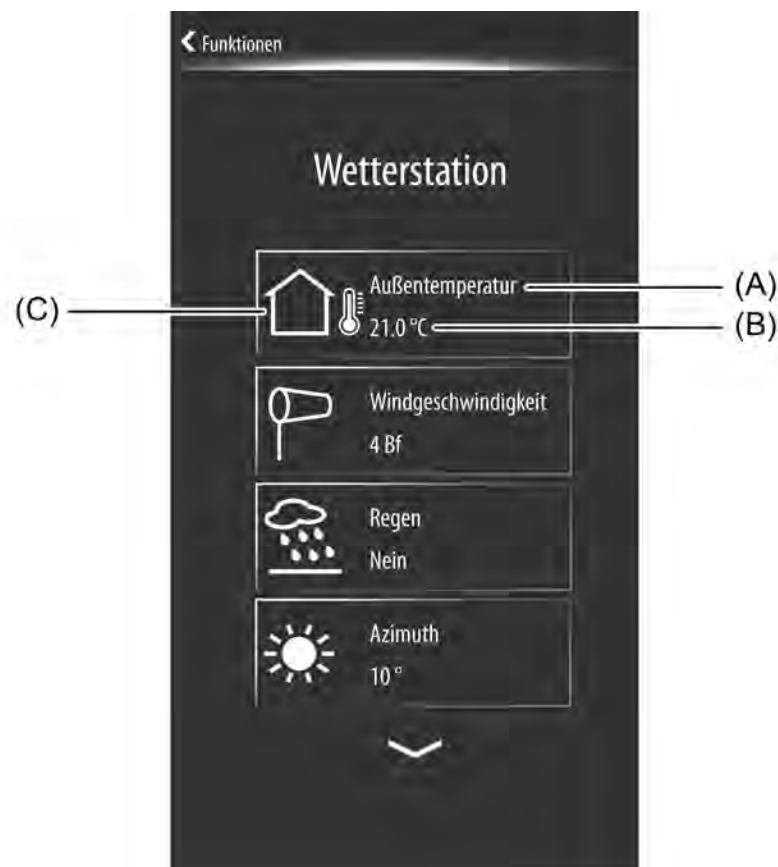

Bild 53: Beispiel einer Wetterstations-Anzeigeseite
Auf der Anzeigeseite der Wetterstation besitzt jeder Messwert ein eigenes Anzeigeelement (Bild 53). Die Anzeigeelemente enthalten in der Regel ein Messwertsymbol (A), eine Bezeichnung des Messwertes (B) in Textform und den Messwert selbst (C). Die Messwertsymbole sind fest den Messwerten zugeordnet. Lediglich die 4 optional vorhandenen externen Werte verfügen nicht über Messwertsymbole. Die Text-Bezeichnungen werden in der ETS eingetragen, wodurch die einzelnen Messwerte individuell gekennzeichnet und an die örtlichen Gegebenheiten angepasst werden können.